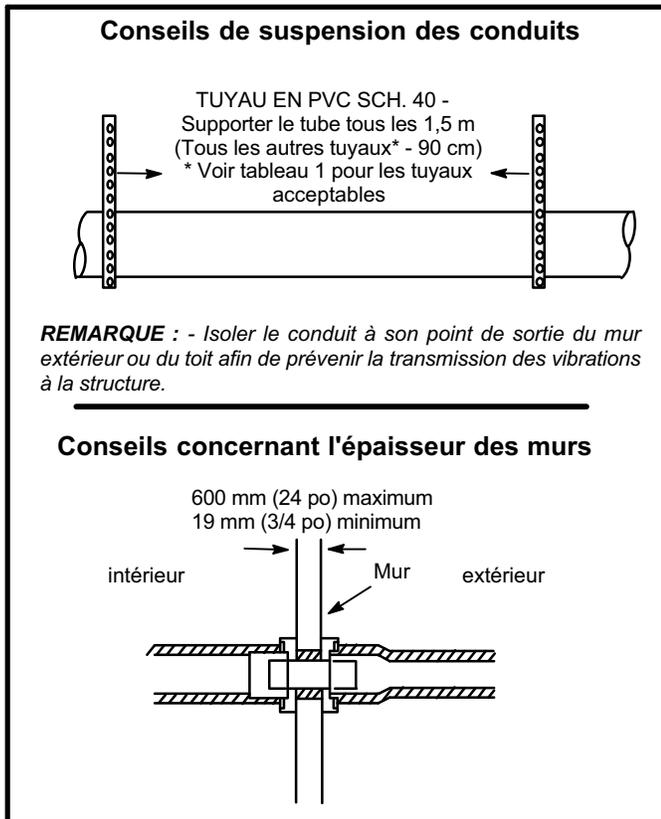

FIGURE 1
1 - Dans les locaux où les conduits traversant des poutrelles ou des cloisons intérieures, l'ouverture doit être suffisamment grande pour permettre au tuyau de passer au milieu en laissant un dégagement sur tout son pourtour. Des colliers en métal ou en plastique peuvent être utilisés pour la suspension des conduits d'évacuation. Voir Figure 1.
- 2 - Le conduit d'évacuation peut être situé horizontalement à droite ou à gauche, ou verticalement au-dessus, du conduit d'admission d'air. Voir figure 1.